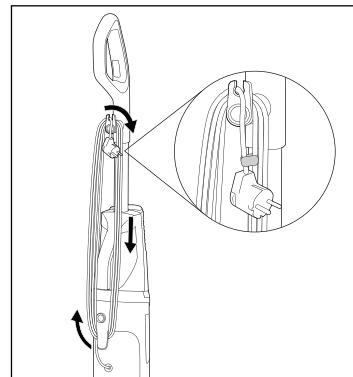

Fig. 44
- ♦ Enroulez le cordon d'alimentation **⑰** entièrement autour des deux supports de cordon supérieur et inférieur **⑯/⑳** (voir fig. 44).